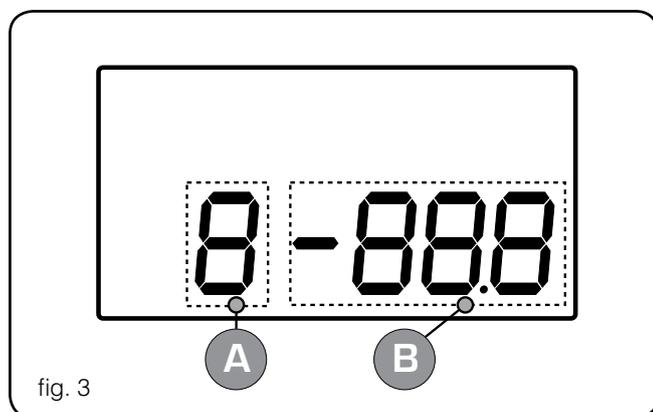

fig. 3
Para la visualización de los parámetros y/o lecturas, se utilizan 4 cifras; la primera indica el índice, es decir un número que le permita al usuario saber qué parámetro o lectura se está visualizando (Fig.3).
**Interfaz usuario (Fig.3)**